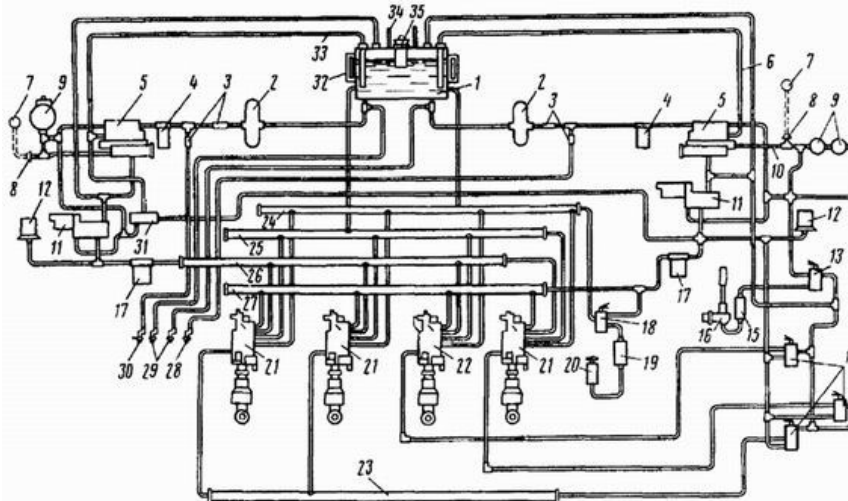

Рис. 9.1. Принципиальная схема гидравлической системы:
- 17 Используя рисунок 9.1, проследите путь движения жидкости при работе основной и дублирующей гидросистемы вертолета.